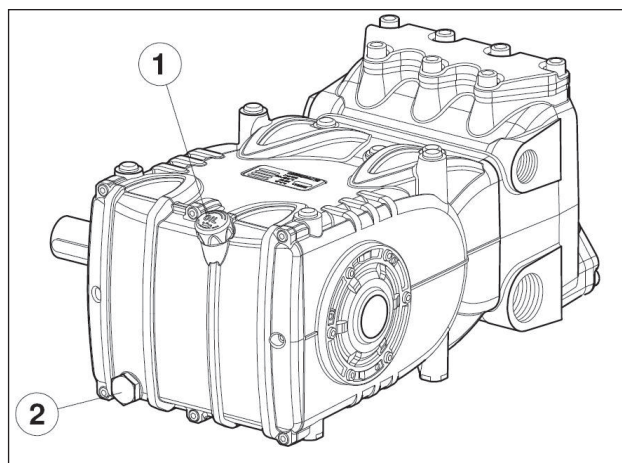

Рис. 3
Проверьте уровень масла, при необходимости долейте. С помощью маслоизмерительного щупа, поз. ①, Рис. 3. Правильный контроль уровня масла производится при насосе, имеющем температуру окружающей среды, а замена масла осуществляется при насосе, разогретом до рабочей температуры, для чего извлекается маслоизмерительный щуп, поз. ①, а затем пробка, поз. ②, Рис. 3.
Разместите установку таким образом, чтобы во время работы насоса температура масла ни в коем случае не превышала **100 °C** (212 °F). Пользуйтесь температурным датчиком, вставляемым в маслоливную пробку, поз. ② Рис. 3. См. руководство «ВЗРЫВОЗАЩИТА АТЕХ».